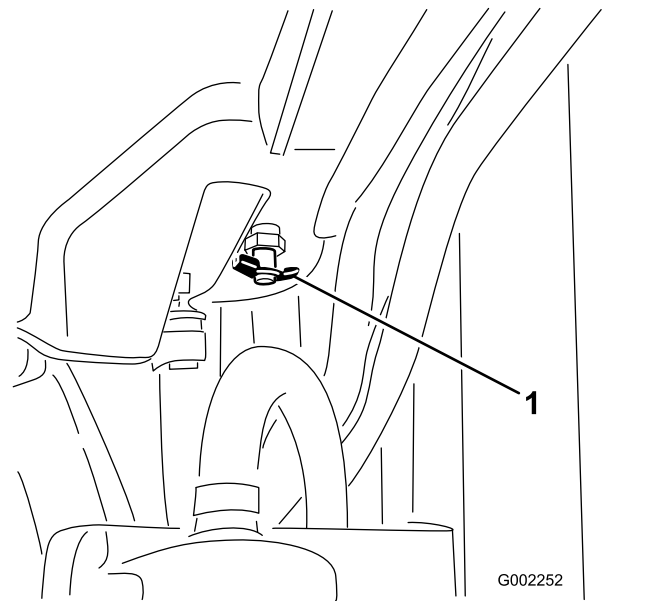

Bild 91
4. Öffnen Sie das Ablassventil und lassen Sie das Kühlmittel in die Wanne ablaufen (Bild 91).
5. Schließen Sie das Ablassventil (Bild 91).